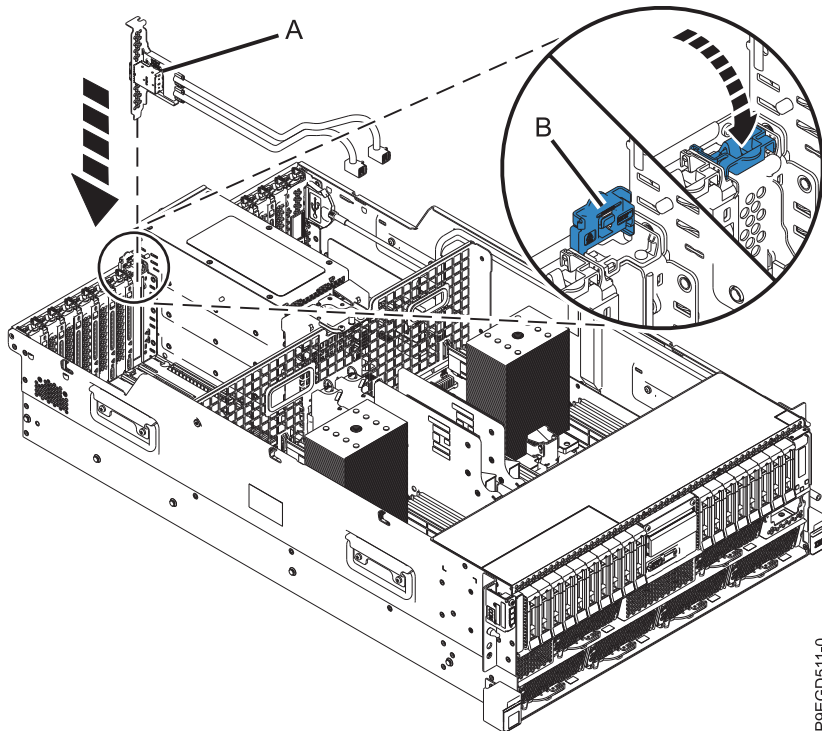

Abbildung 6. Hinteren SAS-Kabeladapter installieren
2. Tauschen Sie den hinteren SAS-Kabeladapter aus (A) und verbinden Sie ihn mit dem Steckplatz P1-C6 für den PCI-Adapter. Schließen Sie die Verriegelung für die Adapterhalterung (B) (siehe Abb. 6 auf Seite 8).